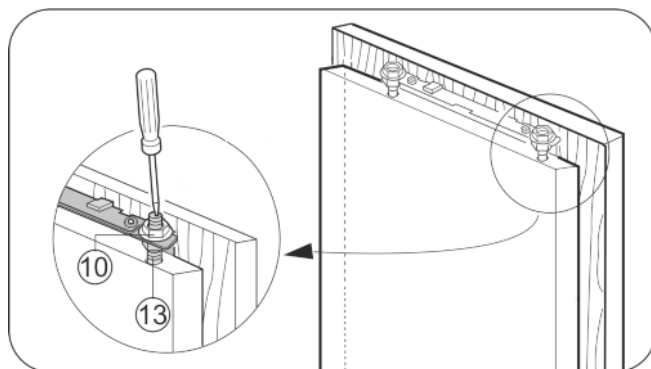

Fig. 30
- ▶ Σφίξτε τα κόντρα παξιμάδια Fig. 30 (10) με το ένα κλειδί άλεν 13, κρατώντας κόντρα τους πείρους ρύθμισης Fig. 30 (13) με ένα κατσαβίδι.